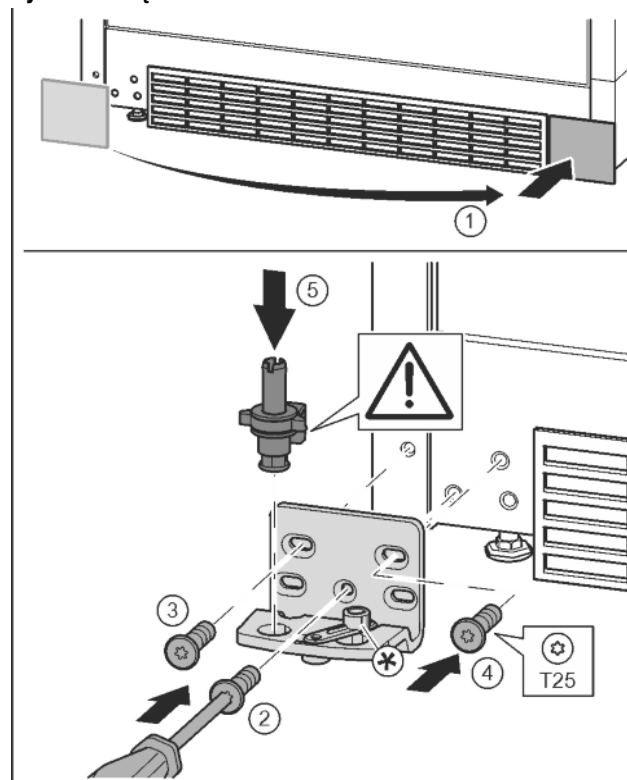

Fig. 17
- ▶ Zdjąć osłonę i założyć z drugiej strony. Fig. 17 (1)
- ▶ Płytkę zawiasu założyć z drugiej strony i przykręcić przy pomocy śrubokręta T25. Rozpocząć śruby 2 dolnej umieszczonej na środku. Fig. 17 (2)
- ▶ Dokręcić śrubę 3 i 4. Fig. 17 (3, 4)
- ▶ Założyć cały sworzeń płytki zawiasu. Przy tym zwrócić uwagę, by krzywką zatrzaskowa wskazywała do tyłu. Fig. 17 (5)